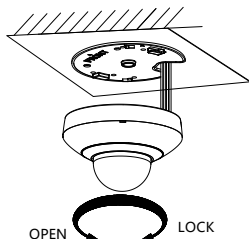

Abbildung 2-7 Kamera befestigen
5. Richten Sie die Kamera am Montagesockel aus und drehen Sie die Kamera im Uhrzeigersinn bis sie einrastet, wie in Abbildung 2-7 gezeigt.